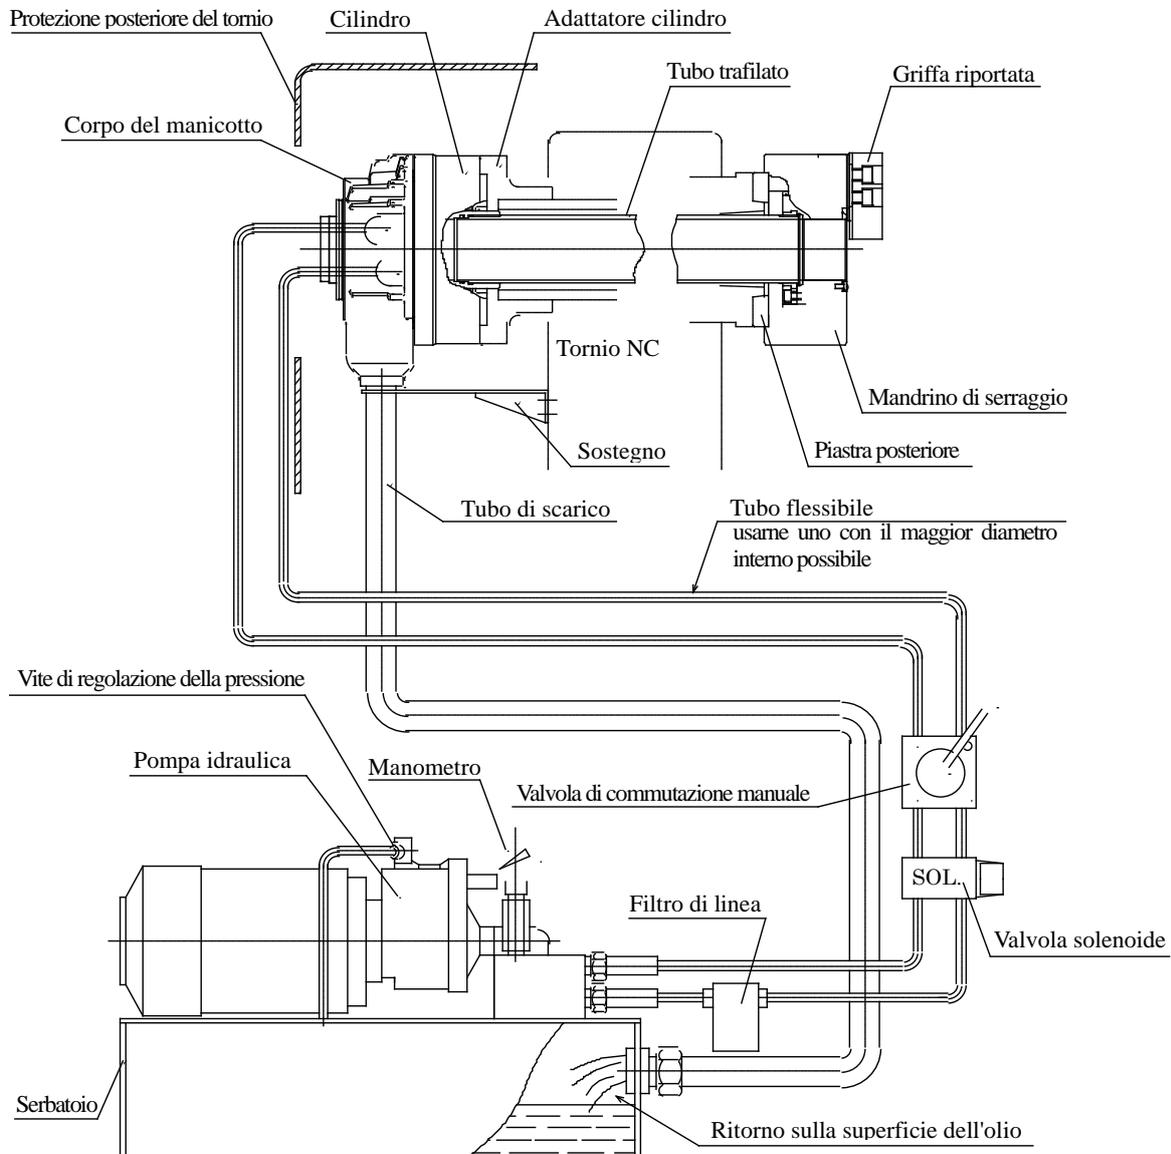

Figura 13
- L'estremità del tubo flessibile è fisicamente al di sopra del livello dell'olio (fare riferimento alla figura 13).